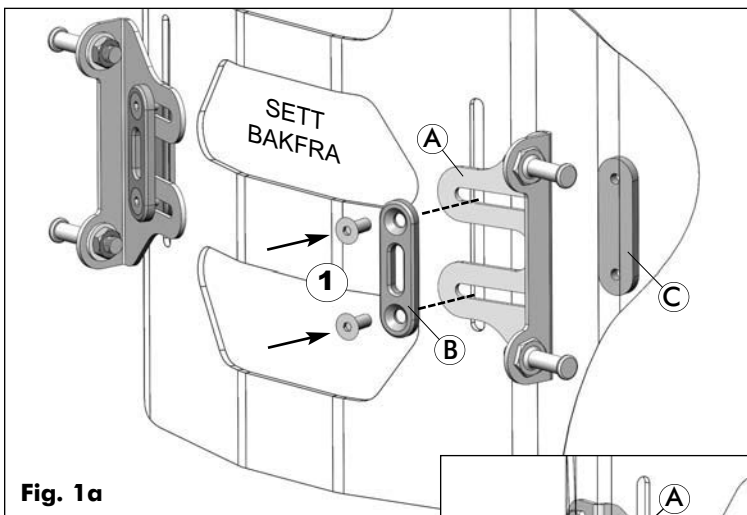

Fig. 1a
- 1 Arbeid fra én side av rygglenet, og monter festebraketten for hurtigkobling (A) på Matrx[®] MX2-rygglenet på følgende måte:
- Rett inn underlagsskiven (B) etter sporene i festebraketten (A), og stikk skruene gjennom begge komponentene (1); (se fig. 1a (s. 18))